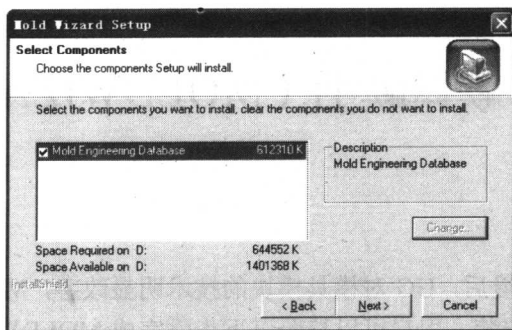

图 1-30 安装步骤 (2)
- (4) 继续单击 Next 按钮, 转入如图 1-30 所示的选择安装组件提示。